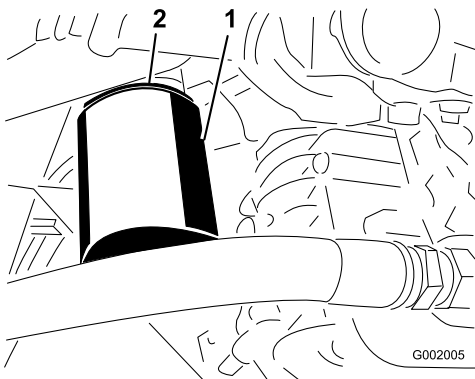

Figura 66
4. Togliete il filtro (Figura 66).